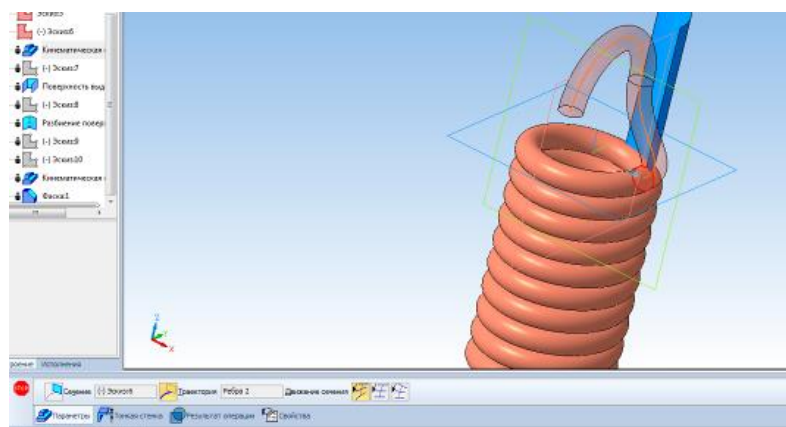

Рис. 10.8. Операция выдавливания
10. Вызываем кинематическую операцию, выбираем сечение и две кривые в качестве траектории (рис. 10.8).